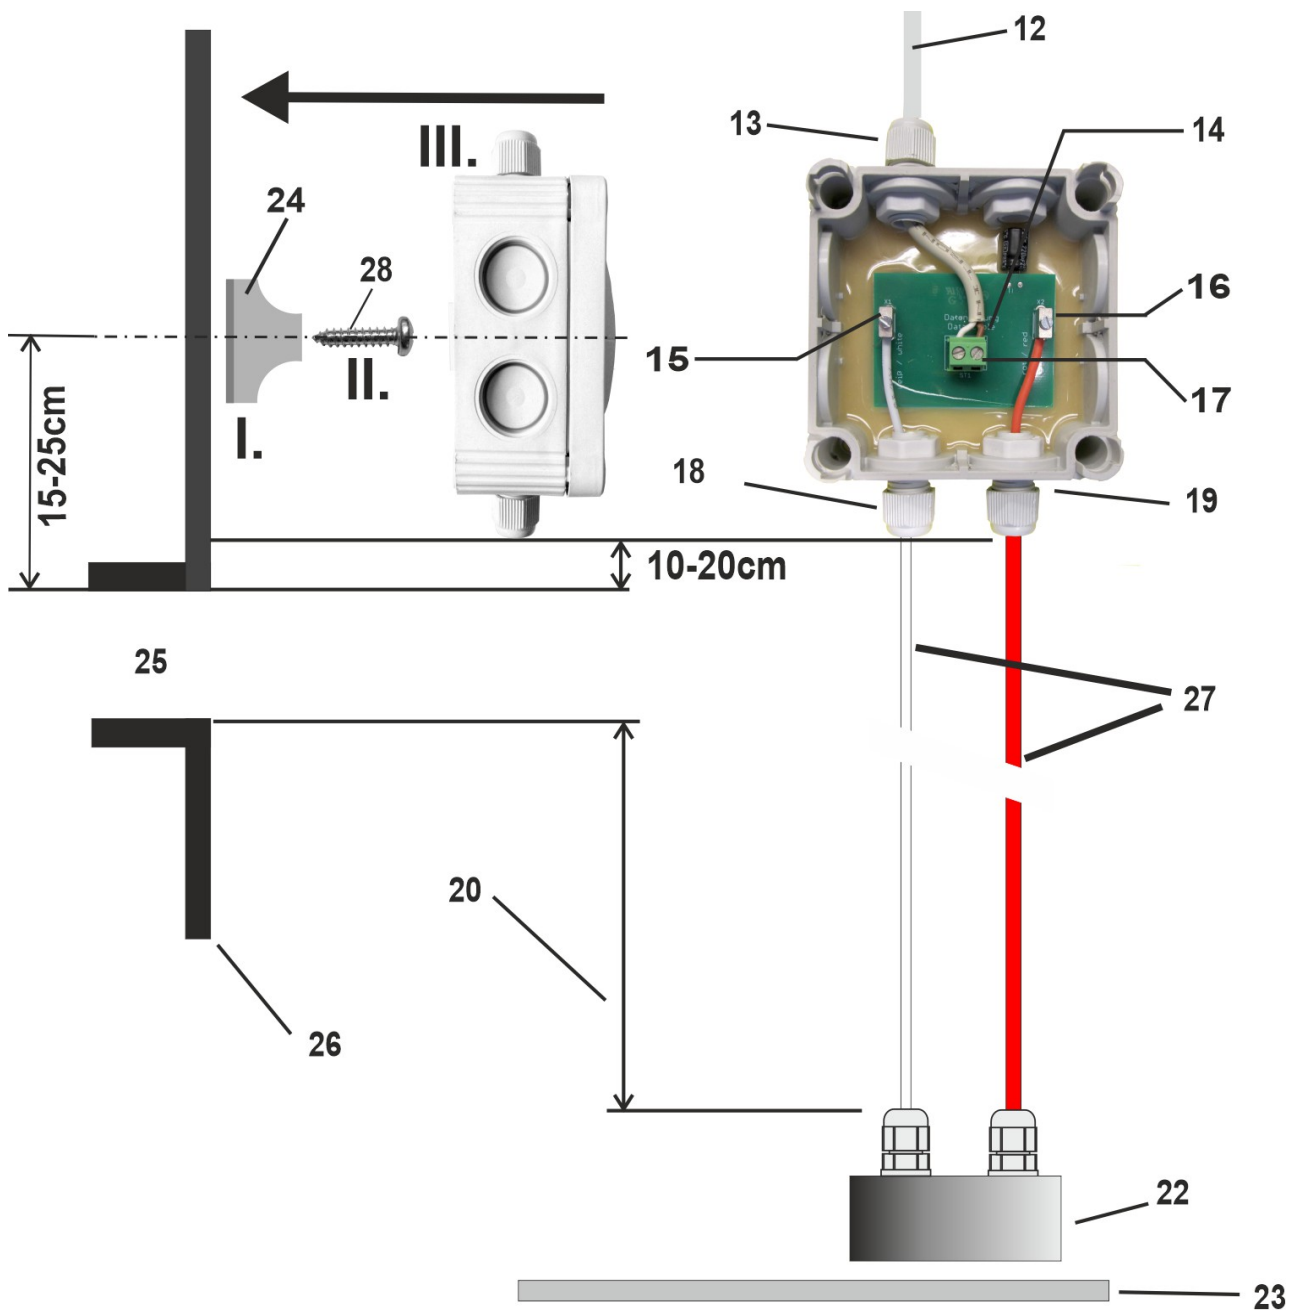

Abbildung 2: Anschluss Sensorik
10. Den Abschluss der Montage der Sensorik bildet die fachgerechte Verlegung der Datenleitung **[12]** zur Systemsteuerung. Verwenden Sie dazu ein **Leerrohr**. (Die Datenleitung ist nicht für die direkte Erdverlegung geeignet.) Die Datenleitung verfügt am noch freien Ende über einen Stecker. Diesen stecken Sie in die entsprechende Buchse **[7]** der Systemsteuerung. Die Abbildung 2 auf der Seite 3 verdeutlicht die Zusammenhänge: